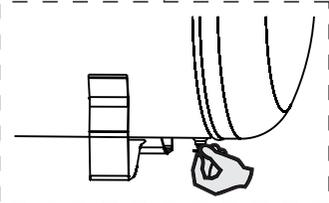

Figura 4
7. Abra o purgador para drenar o condensado (água) do reservatório e feche-o em seguida (figura 4)